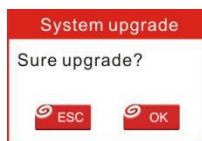

Figura 7-7
11. Una vez que se hayan completado todos los pasos, vuelva a insertar la tarjeta de memoria en la herramienta y enciéndala mediante USB en la computadora o mediante el puerto OBD2 en el vehículo. La herramienta le pedirá que actualice, haga clic en [Aceptar] para comenzar a actualizar y aparecerá una barra de progreso. La actualización puede tardar varios minutos si el archivo del paquete de actualización es demasiado grande, espere.(Figura 7-7)